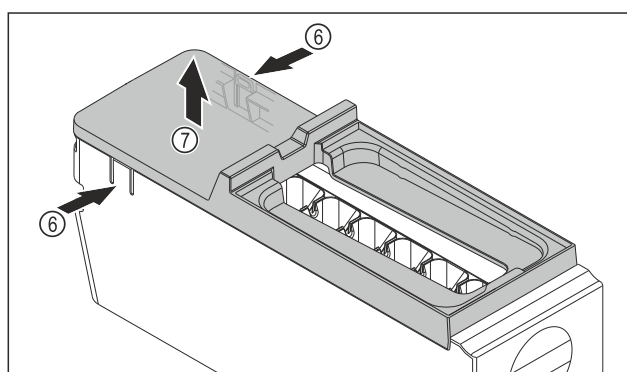

Fig. 189
- ▶ Vyjmutí krytu korpusu EasyTwist-Ice: Lamely Fig. 189 (6) na obou stranách korpusu EasyTwist-Ice stlačte jednou rukou.
- ▶ Kryt Fig. 189 (7) vyjměte druhou rukou nahoru.